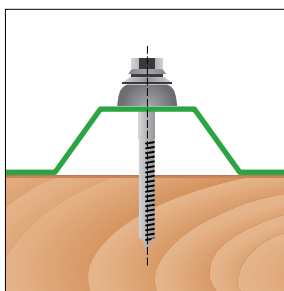

Fig 8 - Fissaggio con vite e guarnizione preassemblati
- con vite e guarnizione preassemblata (Fig 8)